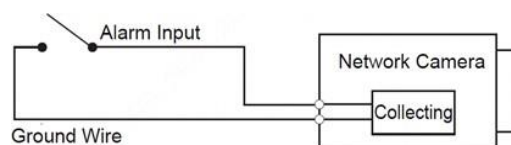

рис. 1-2 Тревожный вход
1. Подключите сигнальный вход устройства к сигнальному входу порта ввода-вывода, см. рис. 1-2.